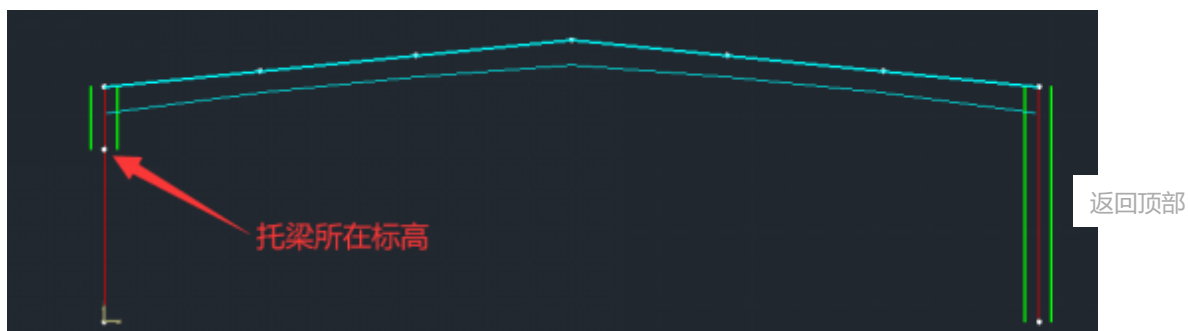

图7 抽柱榫刚架
1) 同三维建模的第一步一样，建立抽柱榫刚架，抽柱处上柱的底标高需要与托梁在同一高度（图7）；